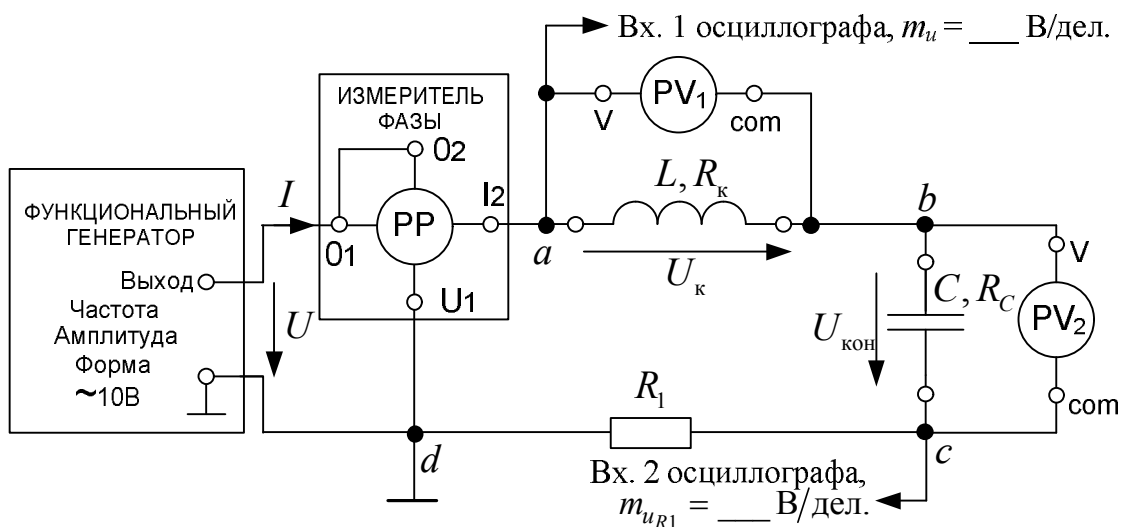

Рис. 6.3. Схема электрической цепи для исследования резонанса напряжений
Схема исследуемой цепи представлена на рис. 6.3. Источником синусоидального напряжения с частотой, изменяемой в диапазоне от 100 до 540 Гц, является *Функциональный генератор*. Переключатель *Форма* установить в положение « $\sim$  10 В». Для измерения входных напряжения  $U$ , тока  $I$ , угла сдвига фаз между ними  $\varphi$ , потребляемой мощности  $P$  используют *Измеритель фазы*. Напряжения на катушке  $U_k$  и конденсаторе  $U_{кон}$  измеряют *Мультиметрами* в режиме вольтметров. Катушку индуктивности и конденсатор выбирают из блока *Модуль реактивных элементов*. Рекомендуемые значения индуктивности катушки  $L$  и емкости конденсатора  $C$  представлены в табл. 6.1.
- 7) Собрать электрическую цепь по схеме, приведенной на рис. 6.3. Для измерения действующих значений напряжений на катушке  $U_k$  и на конденсаторе  $U_{кон}$  подключить *мультиметры*. Для наблюдения формы входных тока  $i(t)$  и напряжения  $u(t)$  подключить осциллограф.